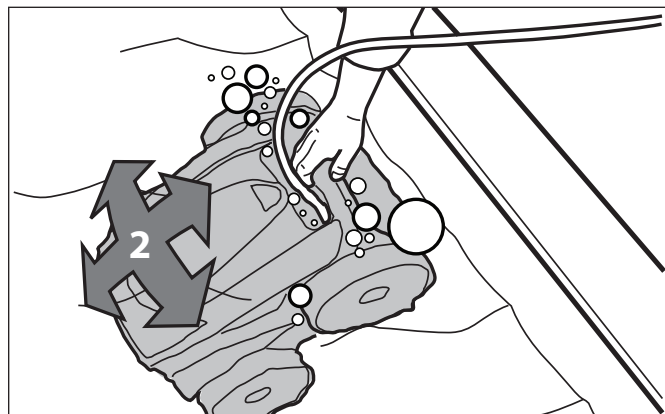

Figure 17. Nettoyeur au fond de la piscine
2. Assurez-vous que le nettoyeur descende jusqu'au fond de la piscine. Se référer à la Figure 17.